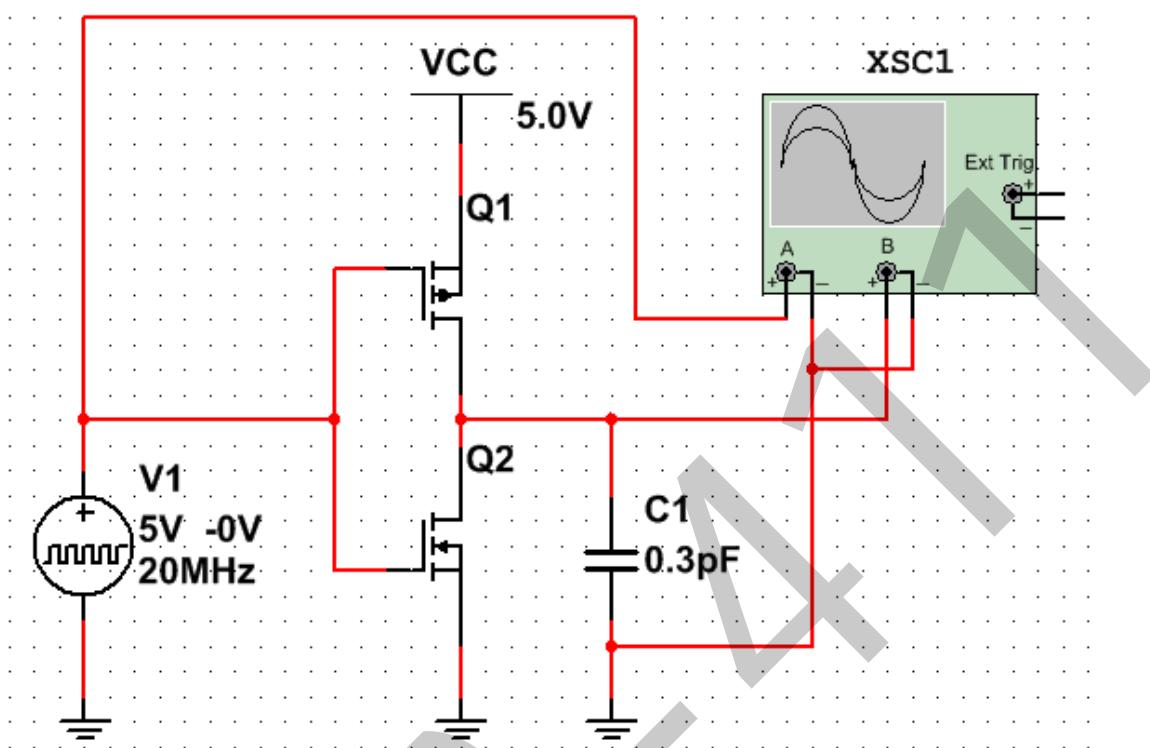

图 6 CMOS 反相器电路图
(1) 使用用 MultiSIM 软件, 绘制如下图 6 所示的 CMOS 反相器测试电路。